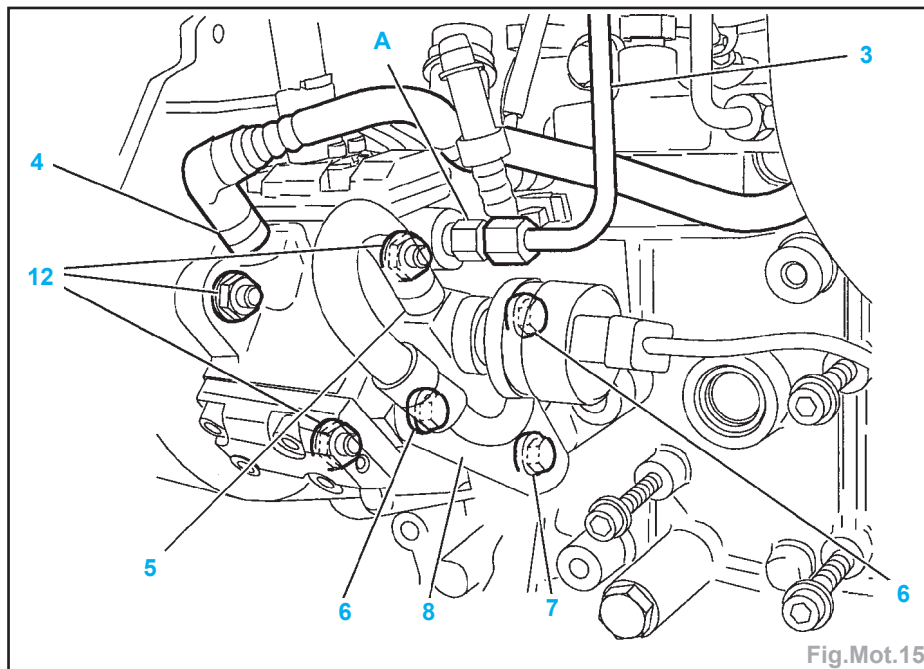
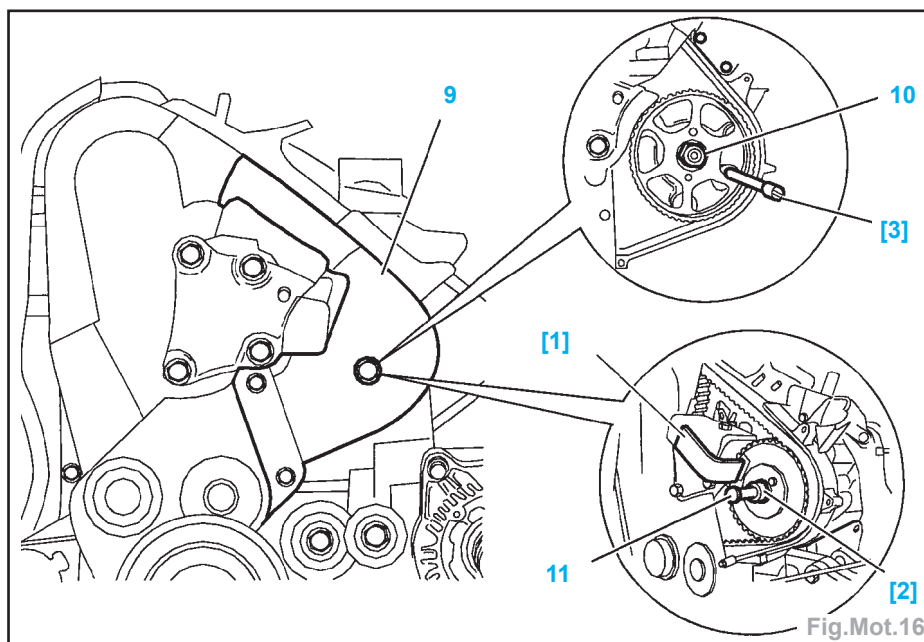

Fig.Mot.15
Fig.Mot.16
- Déposer le tuyau haute pression (3) (Fig.Mot.15).
- Ecarter les tuyaux (4) et (5).
- Déposer les vis (6).
- Basculer le support arrière (8) de la pompe haute pression carburant.
- Déposer (Fig.Mot.16) :
- le carter de distribution supérieur (9).
- les vis (12) (Fig.Mot.15),
- l'écrou (10) (Fig.Mot.16),
- la pompe haute pression carburant (visser la vis (11)) (Fig.Mot.16).